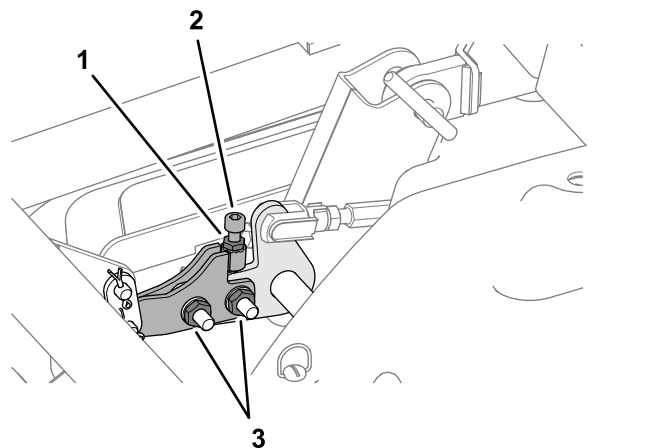

Figura 123
- A. Slăbiți cele 2 piulie care fixează articulația de asigurare a planeității (Figura 123).
- B. Slăbiți contrapiulița care fixează urubul cu cap imbus (Figura 123).
10. Strângeți cele 2 piulie pentru articulația de asigurare a planeității și contrapiulița pentru urubul cu cap imbus (Figura 123).
- Strângeți contrapiulița pentru elementele de reglare a înclinării punii (**Figura 123**).